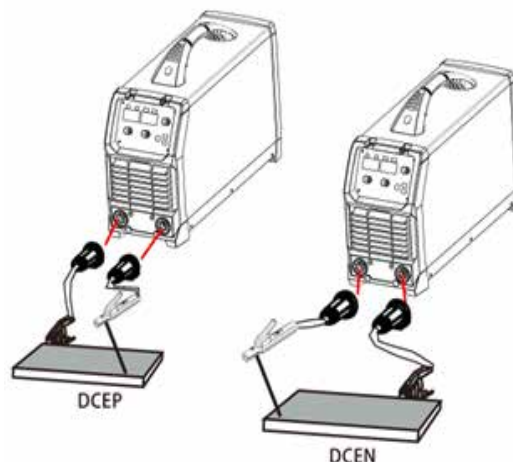

Bild 6
- Schließen Sie das Schweißkabel und Massekabel an. Je nach Polarität der zu verschweißenden Elektrode die Schweißkabelstecker der beiden Kabel in die jeweilige Buchse (+/-) am Schweißgerät stecken und durch Drehen im Uhrzeigersinn fixieren. Das Elektrodenhalterkabel immer am empfohlenen Schweißpol (siehe Elektrodenverpackung) DCEP (Elektrodenhalter +) DCEN (Elektrodenhalter -) anschließen. (siehe Bild 6)